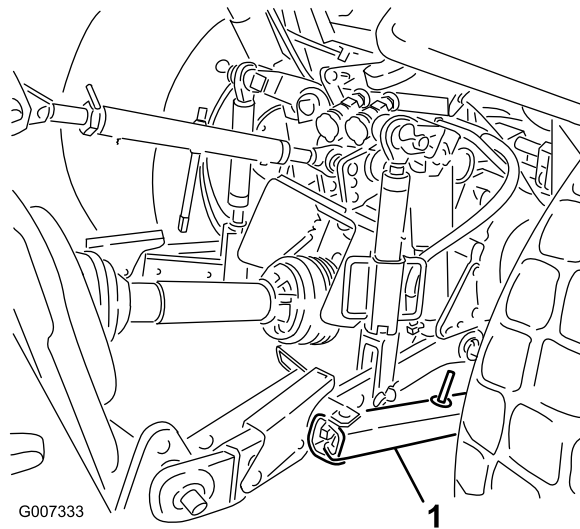

图28
1. 调节下提升臂的摇摆连杆将左右摇摆调节到最小每侧最大为 25mm 图28。